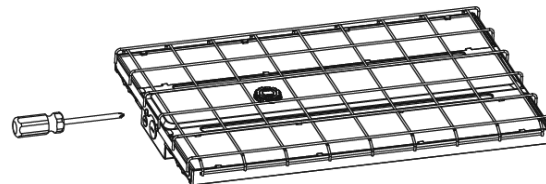

Figure 9
**STEP 1:** Place the wire guard on the lamp and secure it with the screws. See Figure 9.
**ÉTAPE 1:** Placez le protecteur de fil sur la lampe et fixez-le avec des vis. Voir la Figure 9.